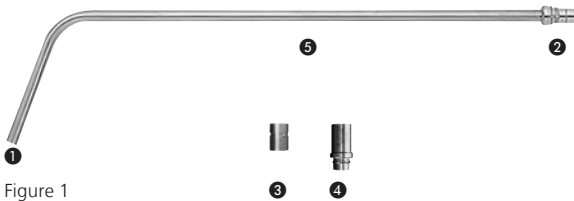

Figure 1
Il est possible de fixer la mâchoire SynFrame pour anneaux de rétention (387.347) et le support pour systèmes optiques (387.365), servant à raccorder la tige d'éclairage à l'anneau de rétention SynFrame (387.336) et au demi-anneau SynFrame (387.337), sur toute la longueur du corps de la tige d'éclairage SynFrame (voir la figure 1, 5).
- Éliminer les saletés présentes sur les surfaces optiques (voir la figure 1, 1 et 2) en utilisant du coton imbibé d'alcool (éthanol à 70 %) ou un produit de nettoyage neutre.
- Éliminer les saletés présentes sur les surfaces optiques (voir la figure 1, ❶ et ❷) en utilisant du coton imbibé d'alcool (éthanol à 70 %) ou un produit de nettoyage neutre.
Avant la stérilisation, s'assurer que la tige d'éclairage SynFrame, et plus particulièrement les surfaces optiques (voir la figure 1, ❶ et ❷), sont propres et que l'examen de la tige d'éclairage SynFrame ne permet pas de conclure à une restriction de son utilisation.
– fibres optiques sales	– nettoyer la surface des fibres optiques (figure 1, ❶ et ❷). Si nécessaire, envoyer la tige d'éclairage SynFrame pour réparation